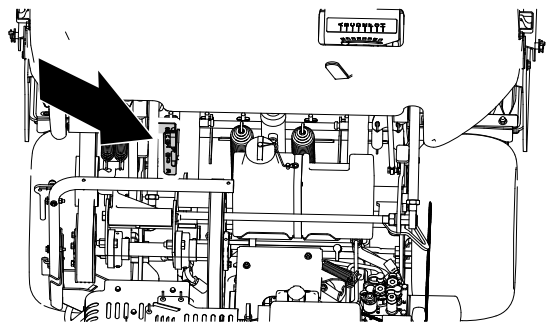

**Figura 33**
1. Levante a alavanca de bloqueio do capot e levante o capot da máquina (Figura 33).